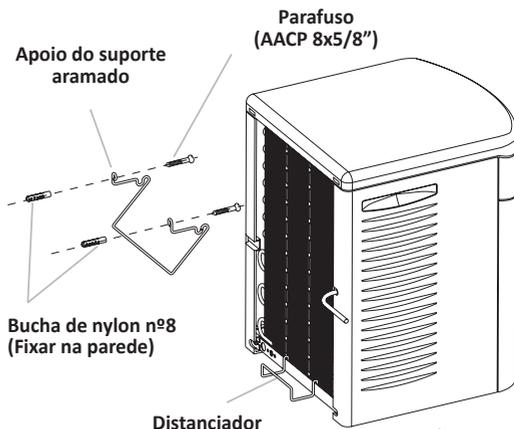

Fig. 03
- O suporte aramado maior deverá ser fixado na parede através de buchas e parafusos (Fig. 03).
- Encaixar o distanciador (suporte aramado menor) na base metálica atrás do purificador (Fig.03).